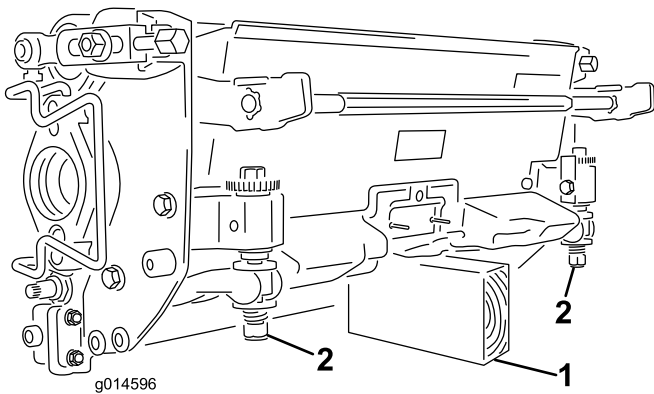

Figure 10
**Important:** Chaque fois qu'il est nécessaire de retourner le plateau de coupe pour exposer la contre-lame/le cylindre, placez un support sous l'arrière du plateau de coupe pour que les écrous situés au bout des vis de réglage de la barre d'appui ne reposent pas sur la surface de travail (Figure 10).